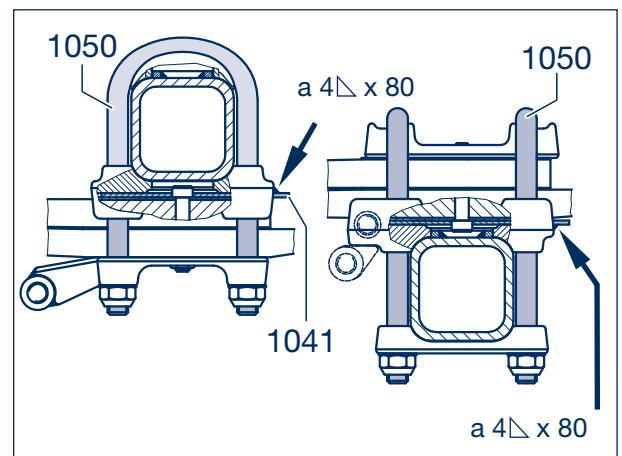

Bild 7
- [10] Einspurplatten (falls vorhanden) wieder an den Achslappen anschweißen (Bild 7/Pfeile).